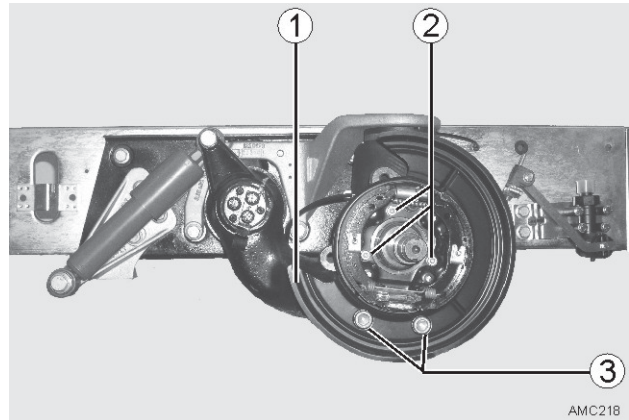

Bild 42
- 3 Schrauben M8x16 (Bild 42 - 2):
Schrauben M16x1,5x30 (Bild 42 - 3):